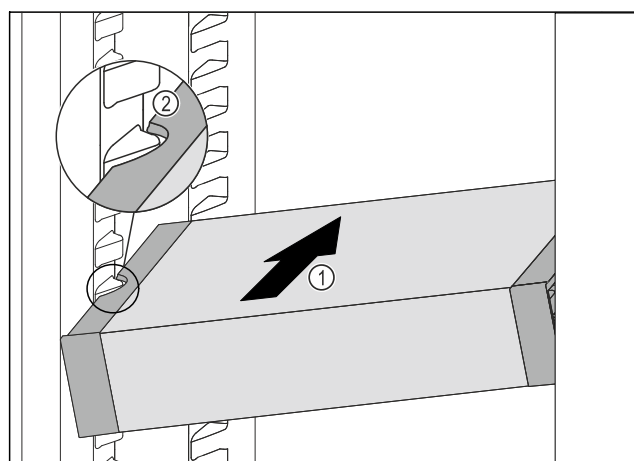

Fig. 82
- ▶ Insérer le VarioSafe en biais dans la partie réfrigérateur *Fig. 82 (1)* jusqu'à ce que les encoches latérales *Fig. 82 (2)* du VarioSafe se trouvent à la hauteur de la nervure du bac dans la partie réfrigérateur.